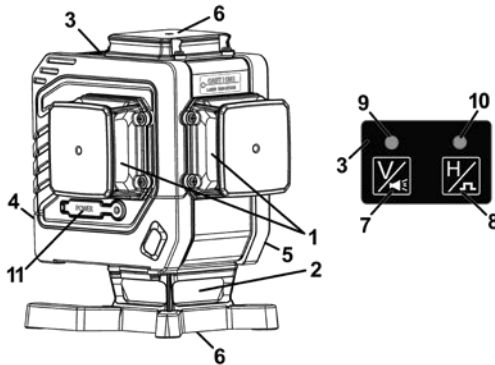

Рисунок 1
Перед встановленням або зняттям акумуляторної батареї завжди вимикайте прилад за допомогою клавіші блокування/розблокування маятникового механізму (5, рисунок 1) у положення . Для під'єднання акумуляторної батареї відкрийте кришку відсіку елемента живлення (4, рисунок 1), вставте акумуляторну батарею забезпечивши правильну полярність, та без додавання надмірного зусилля встановіть акумулятор і закрийте батарейний відсік кришкою. Для зняття акумуляторної батареї виконайте операції у зворотному порядку.
Заряджання лазерного рівня виконується через роз'єм типу Type-C кабелем, який під'єднується до роз'єму USB-A мережевого адаптера. Акумуляторна батарея має захист від перезарядження, заряджається автоматично протягом 4-5 годин. Після закінчення процесу заряджання витягніть зарядний пристрій з мережі та витягніть кабель зарядки з порту заряджання (11, рисунок 1).
3.5.1 Встановіть лазерний рівень біля стіни «А» на штативі або встановіть його на тверду рівну поверхню. Увімкніть прилад для роботи з автоматичним вирівнюванням (посуньте вправо клавішу розблокування маятникового механізму (5, рисунок 1)). Кнопками 7 та 8 (рисунки 1 або 2) оберіть режим роботи, в якому горизонтальна та вертикальна лазерні площини будуть випромінюватися попереду вимірювального приладу.
3.6.1 Встановіть лазерний рівень на відстані 2,5 метра від дверного отвору на твердій, рівній поверхні (не на штативі). Увімкніть вимірювальний прилад у режимі автоматичного вирівнювання (посуньте вправо клавішу розблокування маятникового механізму (5, рисунок 1)). Кнопкою 7 (рисунки 1 або 2) оберіть режим роботи, в якому вертикальна лазерна площина випромінюється попереду вимірювального приладу.